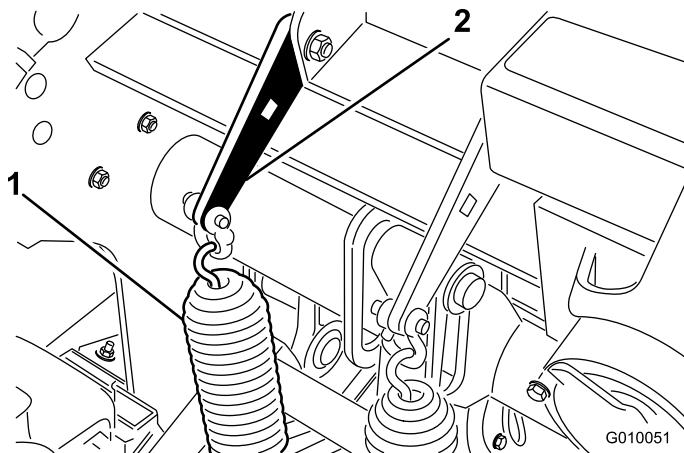

Figura 36
1. Allentate i dadi dei bulloni a testa tonda che fissano le foglie delle molle a balestra alla testa di carotaggio (Figura 36). Non toglierli.